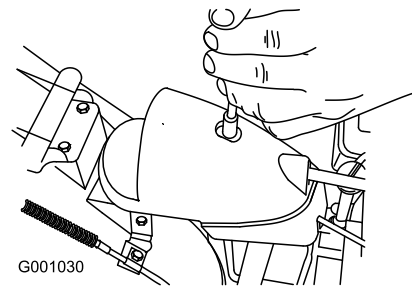

Bild 54
- Nehmen Sie die Befestigung an der Getriebeabdeckung ab (Bild 54), heben Sie die Abdeckung vorne hoch und schieben Sie sie nach hinten.